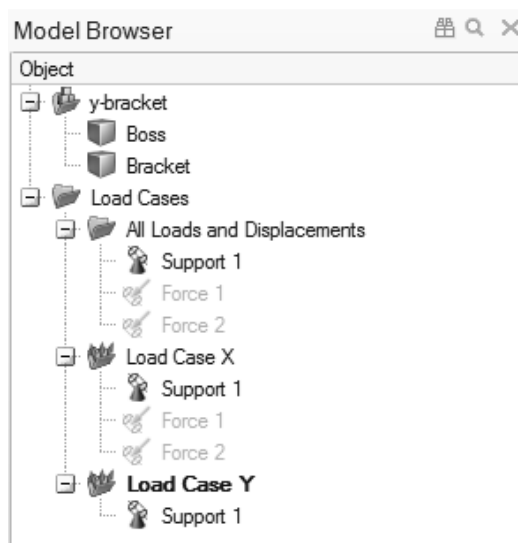

图 5-18
5) 在模型浏览器中单击 Force 1 和 Force 2 左侧的小图标，暂时隐藏这些力，如图 5-18 所示。